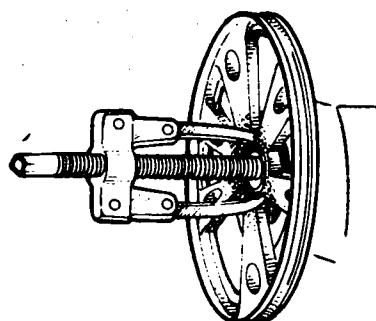

Fig. 6
- b Retire a polia de extremidade da árvore usando extrator (fig. 6).